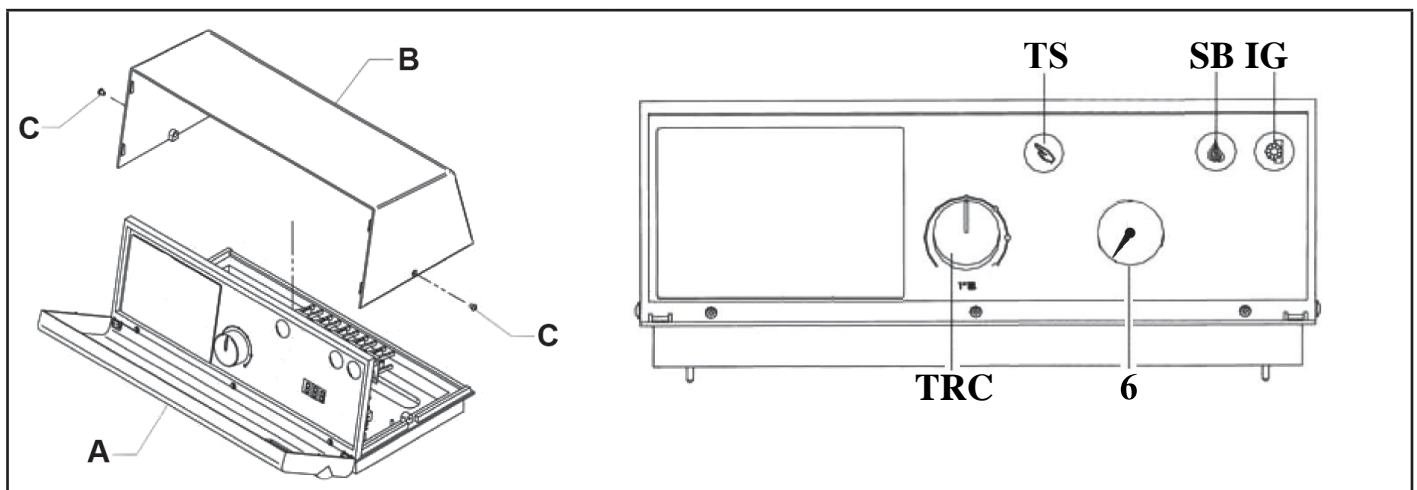

Рис. 1
Провод заземления в силовых кабелях и кабелях, подключаемых к котлу, должен быть на несколько мм длиннее, чем другие провода в том же кабеле. Для соединений между горелкой, электрической панелью и источником электропитания рекомендуется использовать кабели H07 RN-F для видимых соединений. Для получения информации о других типах систем или о особых условиях окружающей среды обратитесь к действующим стандартам. Состав и диаметр проводов рассчитывается на основе мощности, потребляемой горелкой. Чтобы получить доступ к органам управления, откиньте переднюю панель (A). Чтобы получить доступ к соединительным клеммам («рис. 1») и капиллярным трубкам от термостатов и термометра, снимите верхнюю панель (B), предварительно сняв 2 боковых винта (C). Регулирующие термостаты (TRC) могут быть настроены пользователем с помощью ручки на передней панели. Предохранительный термостат имеет фиксированную настройку и ручной сброс.